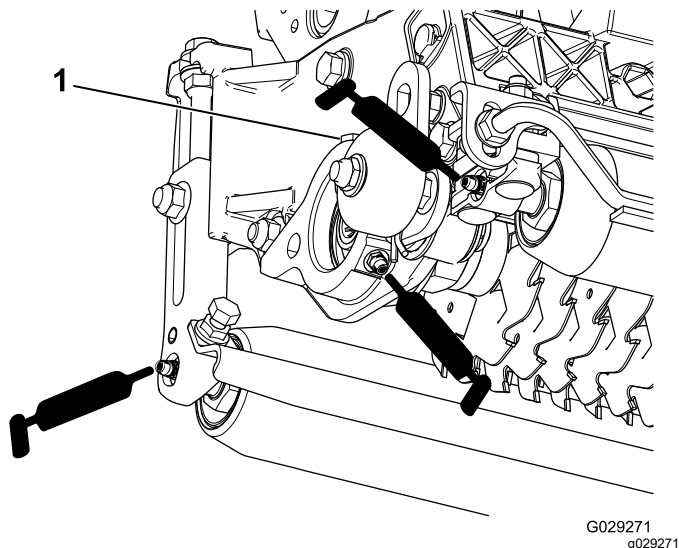

图 13
每个切根刀带有 5 个黄油嘴图 13必须每周使用 2 号锂基润滑脂润滑。
2. 涂抹润滑脂直至滚筒密封件和轴承泄压阀外面看到干净的润滑脂图 13。